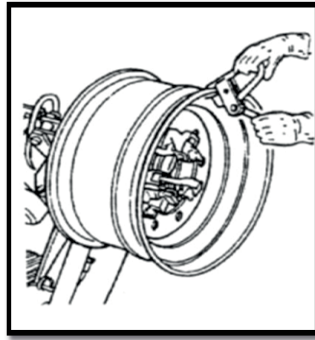
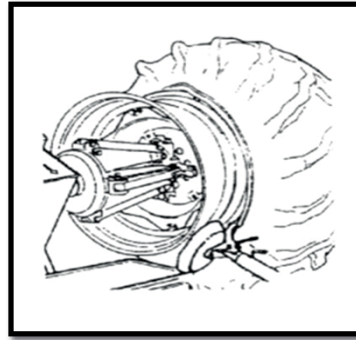

Рис. 10-10
Рис. 10-11
3. Установите тиски на внешнем крае диска в крайней верхней точке (рис. 10-10). Убедитесь в том, что тиски правильно и надежно зафиксированы.
4. Установите шину на платформу (17) и опустите консоль зажимного устройства (удерживайте фиксаторы в крайней верхней точке), чтобы сначала зацепить борт.
9. Проверьте положение монтажного пальца и при необходимости измените его. Вращайте колесо против часовой стрелки до тех пор, пока тиски не окажутся в самой низкой точке. Сначала установите борт в правильное положение относительно края диска, затем снимите зажим-тиски (рис. 10-11).
14. Установите подъемную платформу (17) под колесом и опустите консоль (9) так, чтобы шина оказалась на платформе. Установите платформу так, чтобы между шиной и ободом образовался небольшой зазор, необходимый для выемки камеры.